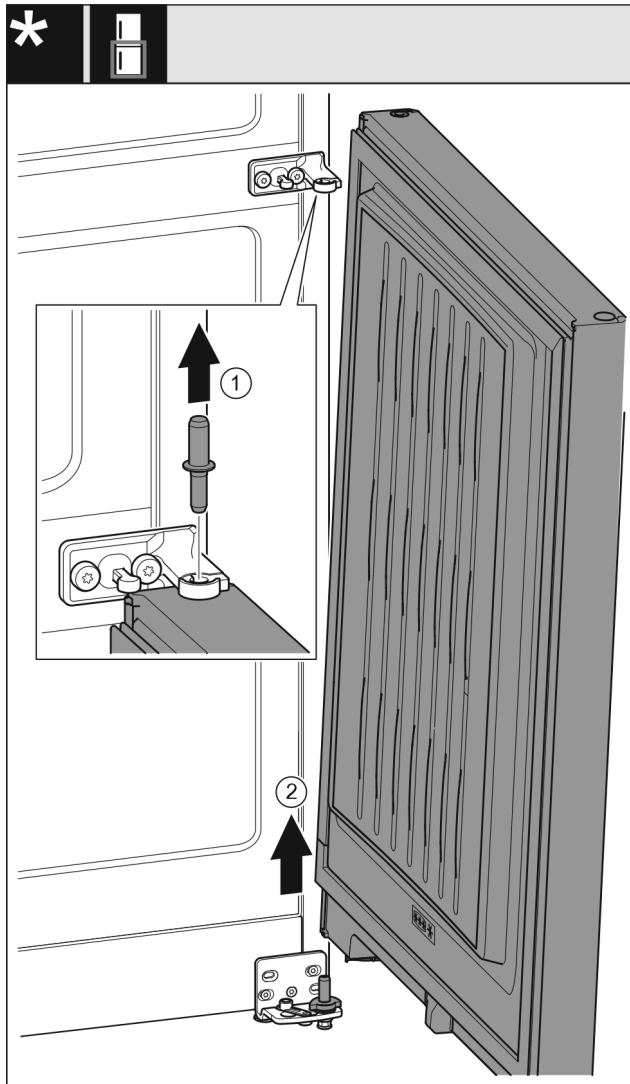

Fig. 9 Без демпфера
- ▶ Витягніть штифт Fig. 9 (1) угору.
- ▶ Відкрийте дверцята Fig. 9 (2), потягніть їх угору та відкладіть убік.